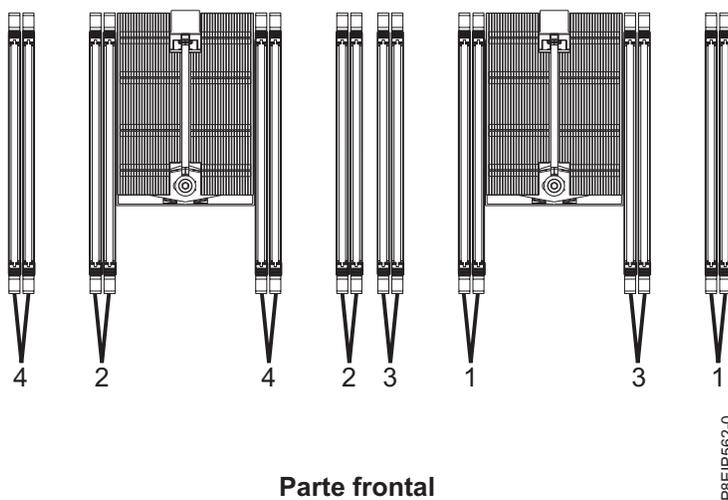

Figura 29. Ubicaciones de ranuras de memoria y orden de conexión
- Los DIMM de memoria deben añadirse en orden. Utilice Tabla 4 en la página 32 y Figura 29 en la página 32 para determinar la colocación de la memoria.